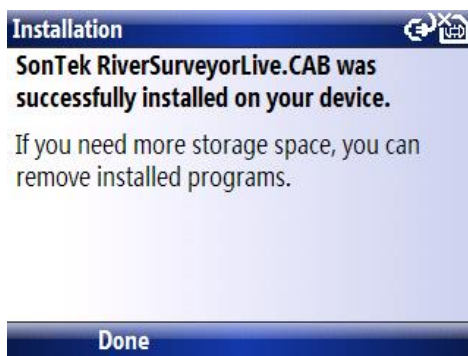

Figura 43. Software Ventana de confirmación
8. La aplicación RiverSurveyor Live se instalará automáticamente en el dispositivo móvil y automáticamente confirmará la instalación de la aplicación (Figura 43).